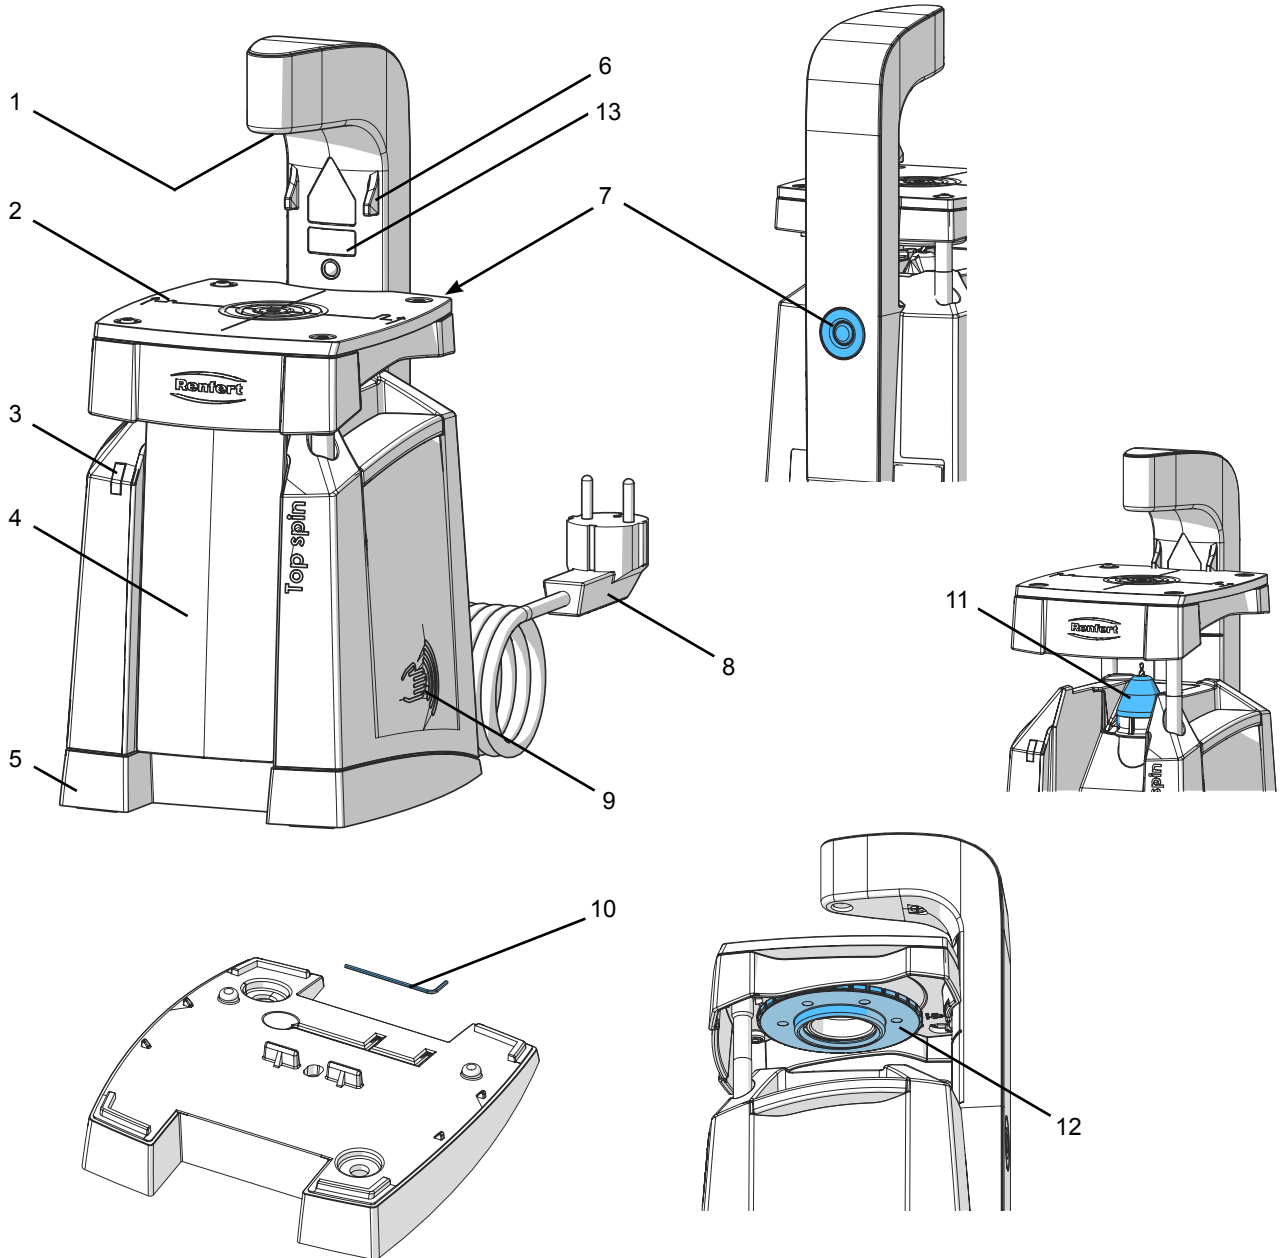

Fig. 1
- ⇒ Retire o adesivo da advertência do perigo laser em sua língua nacional do conjunto e fixe o aviso em sua língua sobre o aviso existente (13, Fig.1).
⇒ Posicionar a arcada dentária sobre a mesa de perfuração (2, fig. 1) e alinhá-la sob o apontador laser (1, fig. 1).
- ⇒ Puxar a mesa de perfuração (2) para cima até ao batente (6).
- ⇒ Soltar a poeira depositada com um pincel ou batendo ligeiramente no recipiente para poeira (4, fig. 1) e retirar o recipiente puxando-o para a frente pela borda inferior.
- ⇒ Tirar a cobertura de proteção contra poeira (11, fig. 1).
- ⇒ Pressionar o travamento do fuso (7, fig. 1) e rodar a porca tensora (22) até o travamento do fuso encaixar.